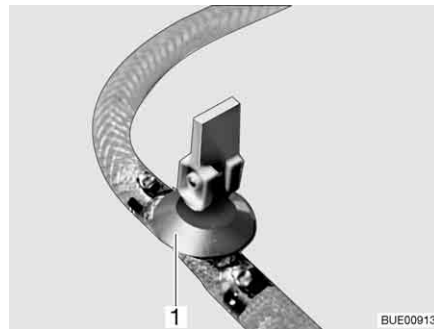
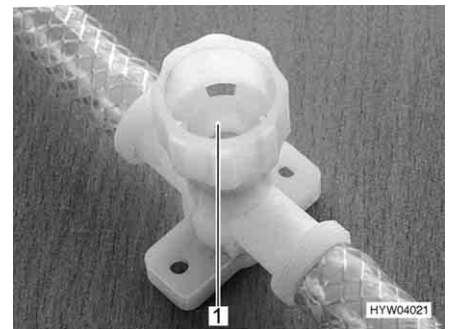

Fig. 250 Llave de desagüe (con balancín)
Fig. 251 Llave de desagüe (con tapa giratoria)
- Abrir todas las llaves de desagüe. Para esto, poner el balancín de la llave de desagüe (Fig. 250,1) en posición vertical o girar la tapa de la llave de desagüe (Fig. 251,1) en sentido contrario a las agujas del reloj.